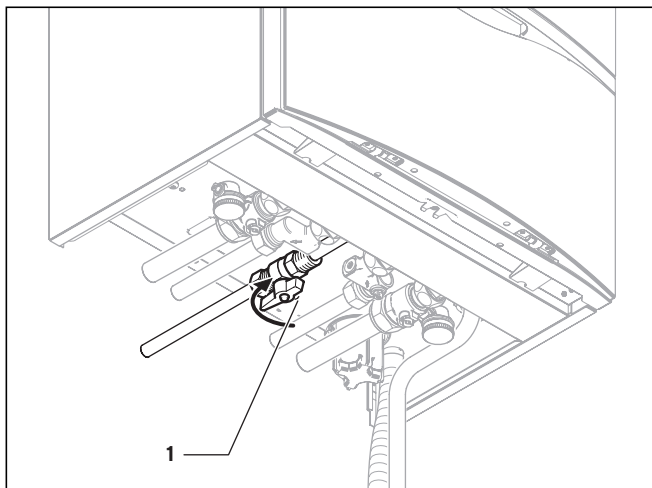
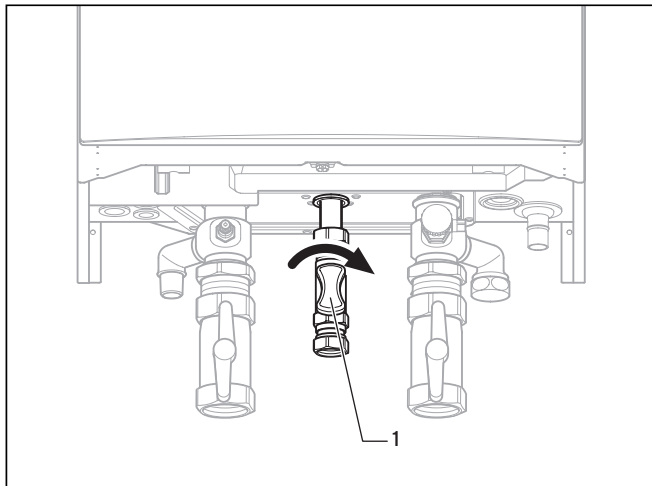

Fig. 2.1 Robinet de blocare a gazului
Fig. 2.2 Închiderea robinetului de blocare a gazului
- Închiderea robinetului de blocare a gazului (1) vezi Fig. 2.1 și Fig. 2.2.